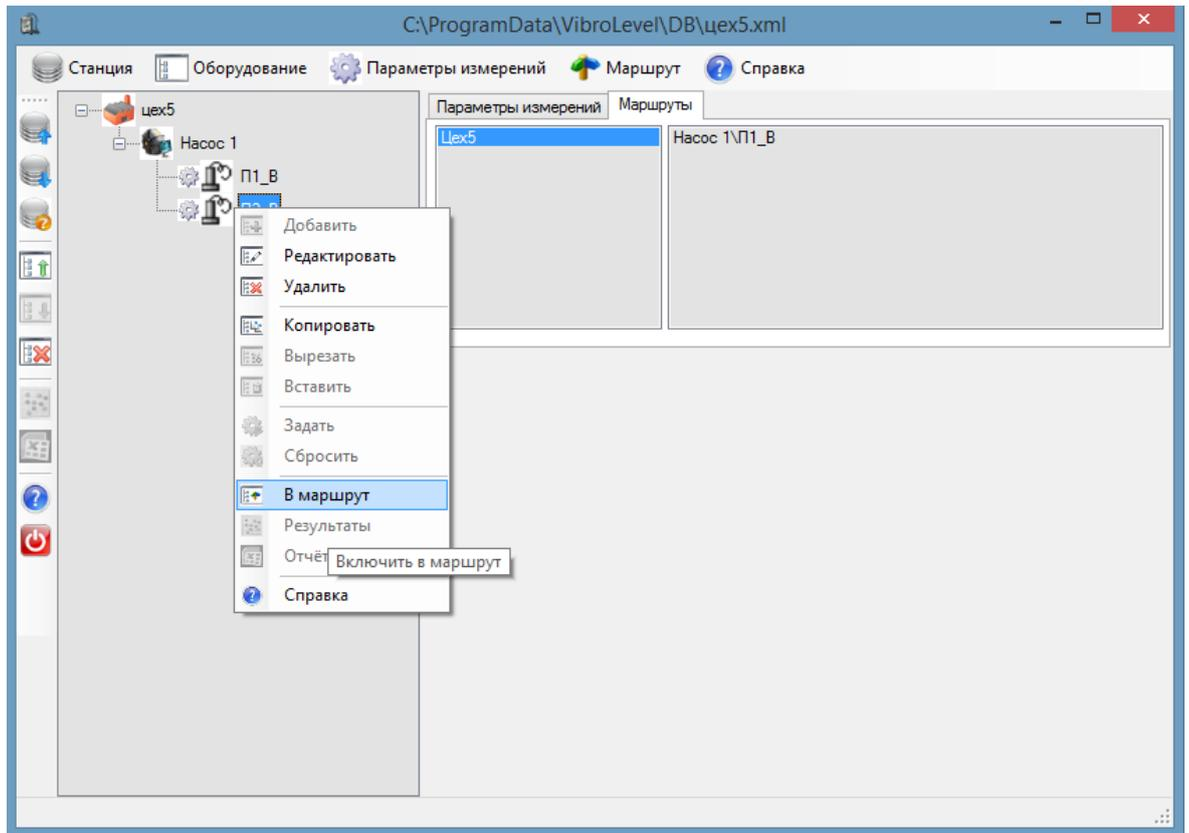

Рисунок 4.15.1
3. В появившемся контекстном меню нажать «В маршрут», рисунок 4.15.1.